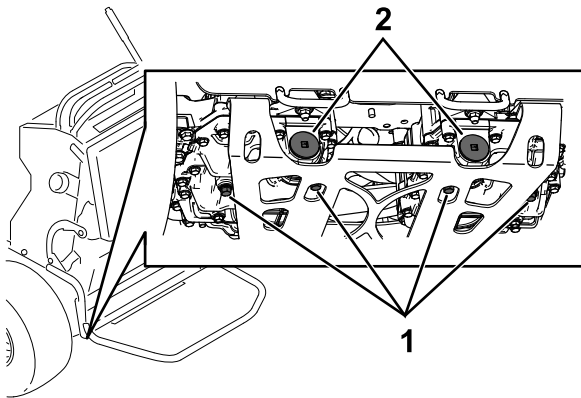

Figure 71
5. Localisez le bouchon de vidange sous la base de chaque transmission et placez un bac de vidange sous les bouchons (Figure 71).